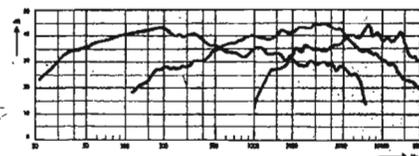
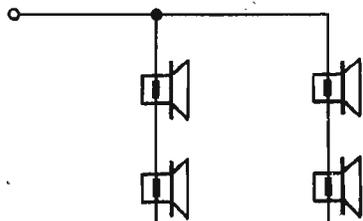

FIG. 5
FIG. 6
La figure 5 illustre le schéma décrit ci-dessus ; la figure 6 montre la courbe d'impédance de toute la combinaison. Le tweeter secondaire qui peut être mis en circuit selon les besoins, assure une plus large diffusion des fréquences élevées.
Courbe de principe de la pression acoustique des différents haut-parleurs du schéma Fig. 5
C. 1 P25A et 1 P1521K et 1 ou 2 HM10C, selon schéma figure 5.
D. 1 PT30/31A ou 1 P30/37A et 1 P21A et 1 ou 2 HM10C, selon schéma figure 5.